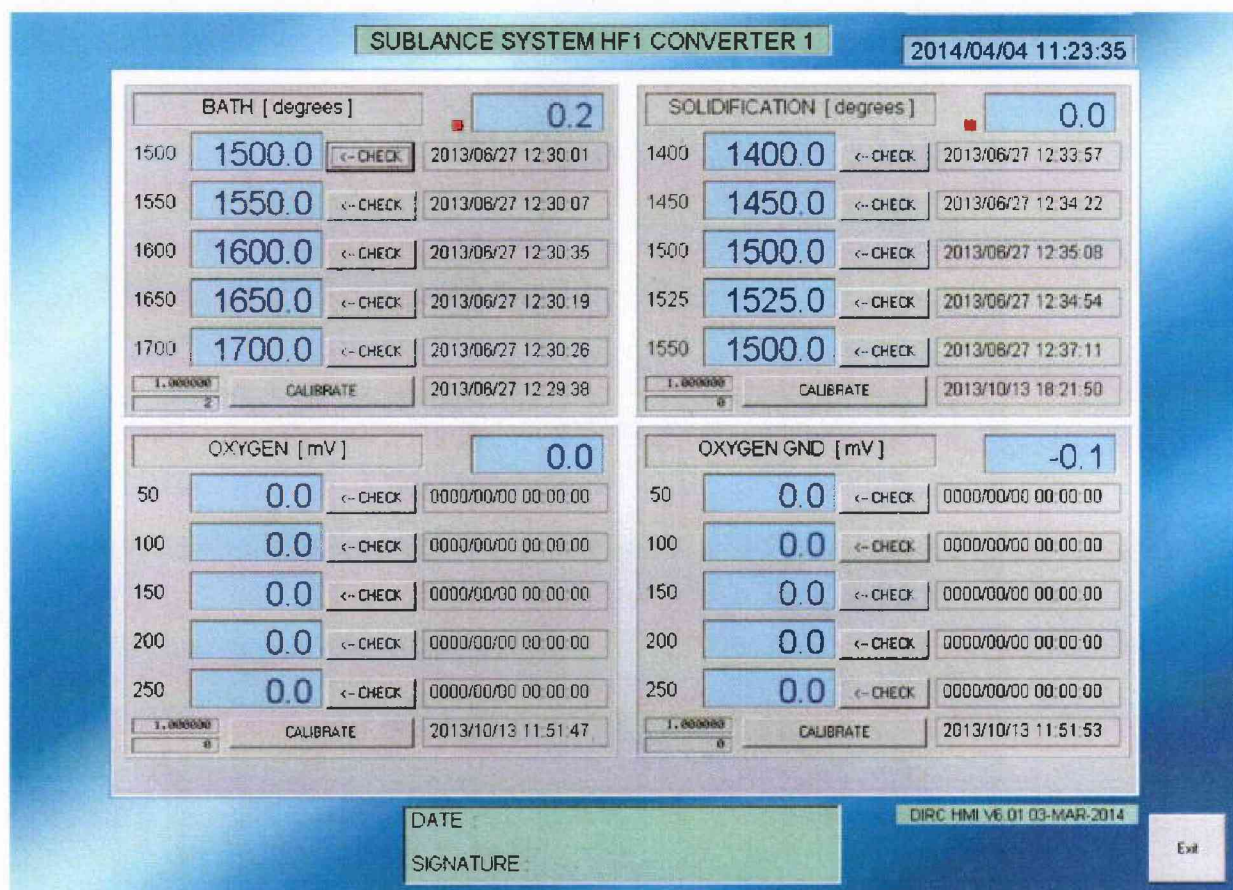

Рисунок 5
6.3.1.5 После входа в режим «CHECK/CALIBRATE» отобразится соответствующее окно (Рисунок 5)